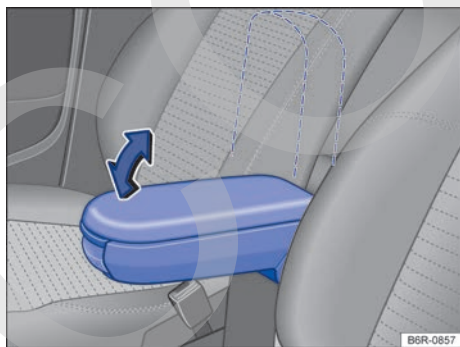

Fig. 76 Reposabrazos central delantero.
- Para *levantar* el reposabrazos, tire de él hacia arriba en el sentido de la flecha → fig. 76 encastre por encastre.